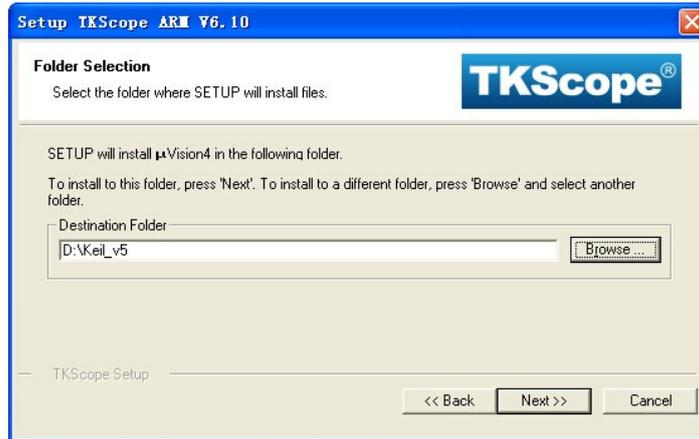

图 1.20 选择 Keil 根目录
4. 结束 Keil 安装目录选择后，请确保 TKScope 的安装目录为 Keil 的安装目录，然后点击【Next】，如图 1.20 所示。